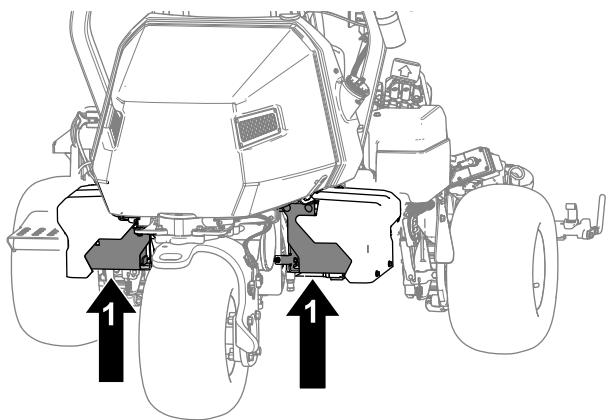

Figure 36
2. Après avoir levé la machine, placez une chandelle aux emplacement suivants pour la soutenir (Figure 36) :